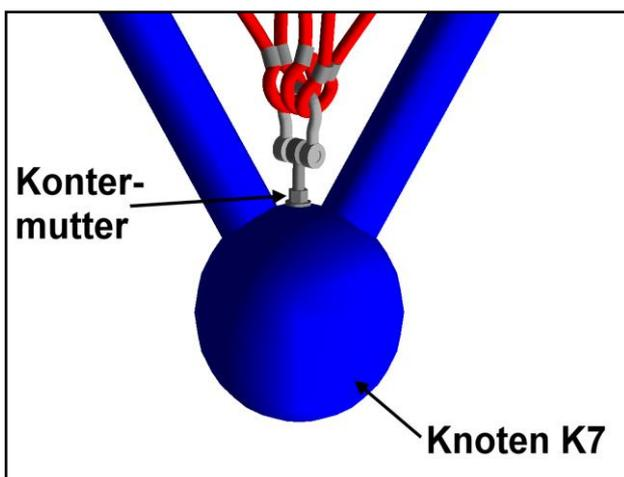

Abbildung 6
Die **Vormontage** des Raumnetzes beginnt, indem zuerst die mit **K74** gekennzeichnete **Schäkelverbindung** an der angeschweißten Augenschraube des **Knotens K74** (**Abb. 7**) befestigt wird. Hierbei ist unbedingt darauf zu achten, **dass die Schäkelverschraubung M20 (Innensechskantschlüssel SW17) mit der mitgelieferten Schraubensicherung eingeklebt wird**. Danach folgen die Spannschrauben für die **Knoten K7** (**SW30 / Abb. 6**), die über die Schäkelverbindungen die Spannseile mit aufnehmen.
Das Spannen des Raumnetzes beginnt an den **Knoten K7 an denen bis zu der Kontermutter gespannt wird (Abb. 6)**. Danach folgen die **Knoten K40 bzw. K44 und K45**. Hier erfolgt das Spannen über die Spannmutter M20 mit dem mitgelieferten Spezialsteckschlüssel SW32. Es muss **bis zur Markierung vorgespannt** werden (**Abb. 8**). Das Raumnetz muss letztlich unter guter **gleichmäßig starker** Spannung stehen.
- Das Nachspannen erfolgt an den **Knoten K40, bzw. K44 und K45**, über die Spannmutter M 20 (**SW32**), die in den Hohlkugeln liegen und das Spannsystem halten (**Abb. 8 und 9**). Nach Entfernen des Deckels mittels eines Innensechskantschlüssels Größe 10 muss zuerst die Kontermutter SW32 gelöst werden. Dann wird an der Mutter M 20 (SW32) **über die Vorspannmarkierung hinaus** nachgespannt. Nach dem Nachspannen sind die Spannmutter an den **Knoten K40, bzw. K44 und K45** unbedingt wieder mit den Kontermutter zu **kontern. Zum Lösen und Festziehen der Spann- sowie der Kontermutter M20 SW32 kann an dem Gewindebolzen M20 mit einem Innensechskantschlüssel SW 10 gegen gehalten werden (Abb. 8 und 9)**. Beim Nachspannen an den **Knoten K7** ist zuvor die Kontermutter **SW 30** zu lösen (**Abb. 6**). Nach dem Spannen werden die Kontermutter an den **Knoten K7** wieder fest angezogen und alle offenen Hohlkugeln mit den Deckeln geschlossen. Achten Sie dabei bitte darauf die Deckel gleichmäßig so zu platzieren, dass unser Firmenlogo lesbar ist. Vielen Dank.
- Überprüfen der Kontermutter an **K7 (Abb. 6)** auf festen Sitz an den Hohlkugeln.